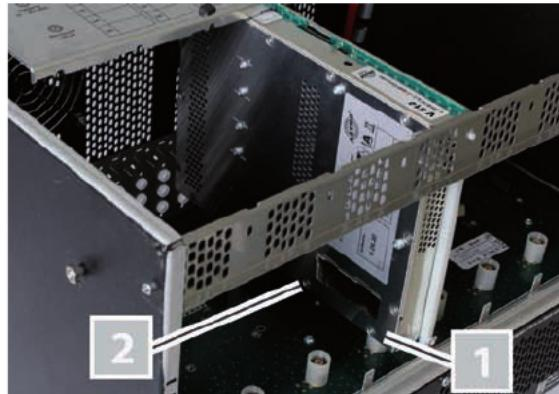

Bild 3: Einbauzustand der Steckkarte
Bild 3 zeigt die Steckkarte im Einbauzustand.
1. Stecken Sie den IEC Stecker [1] und die Stifteleiste [2] (siehe links) in einen der Steckplätze im Basisgerät, so wie es in Bild 3 zu sehen ist. Die Aufnahme für eine Steckkarte im Basisgerät besteht jeweils aus dem passenden Gegenstück der Anschlüsse an der Karte (also IEC Buchse und Federleiste).